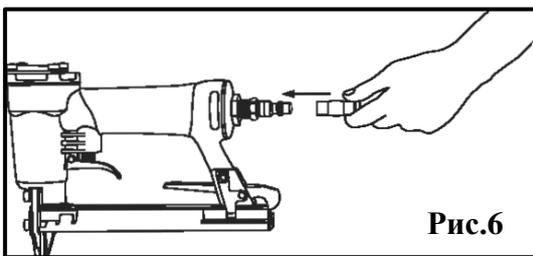

Рис.6
Рис.6а
- Подключите степлер к подаче воздуха Рис.6.